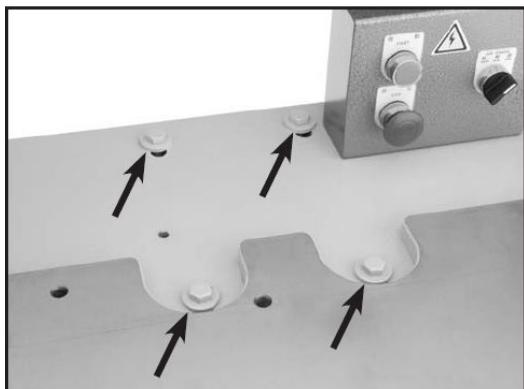

Рис. 47. Болты крепления электродвигателя.
3. Ослабьте болты крепления, показанные на рис. 47.